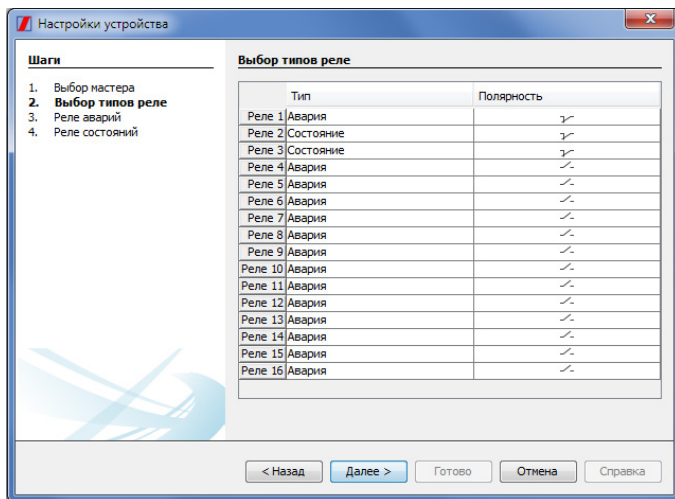

Рисунок 24. Окно выбора типа и полярности реле
3. В открывшемся окне (**рисунок 24**) необходимо выбрать тип и полярность реле, соответствующих контактам разъёма «Сигнализация».